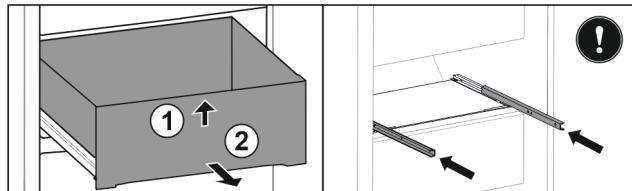

Fig. 98
- Ridicați sertarul în față. Fig. 98 (1)
- Extragăți sertarul spre înainte. Fig. 98 (2)